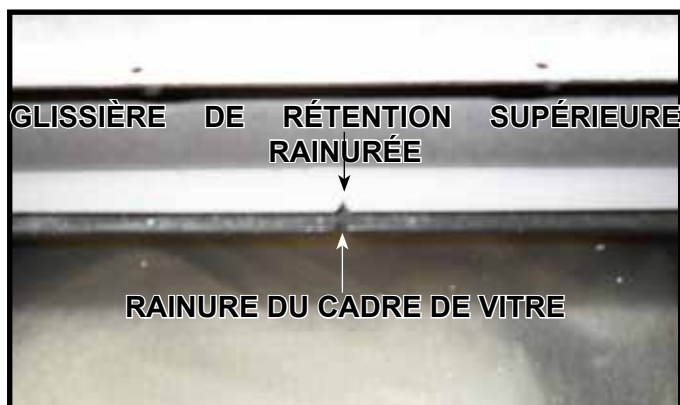

Figure 11.5 Alignement des rainures
3. Centrez le panneau de verre fixe à partir de la gauche vers la droite à l'intérieur du haut de l'ouverture de l'appareil. Alignez l'encoche du centre supérieur du cadre de la vitre avec celle de la glissière de rétention du haut. Le cadre de la vitre a des languettes au bas coïncidant avec l'emplacement des clips de verre inférieurs. Le LUX36 a trois languettes et LUX42 en a quatre. Si la vitre n'est pas centrée, elle ne peut être correctement installée. Voir la figure 11.5.